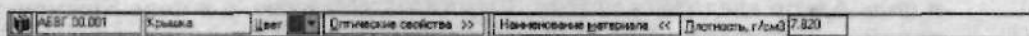

Рис. 2.47. Так выглядит панель свойств при настройке параметров создаваемой модели
7. В нижней части экрана появится **Панель свойств**. В поле **Наименование** вместо слова *Деталь* введите название создаваемой детали — *Крышка*. Остальные настройки оставьте по умолчанию (рис. 2.47). Чтобы закончить редактирование параметров детали и сохранить внесенные изменения, щелкните по кнопке **→** (**Создать объект**).